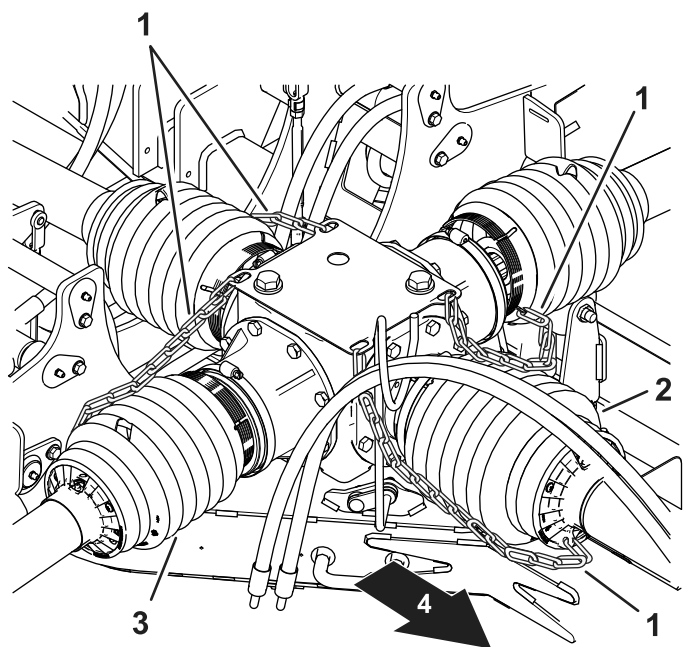
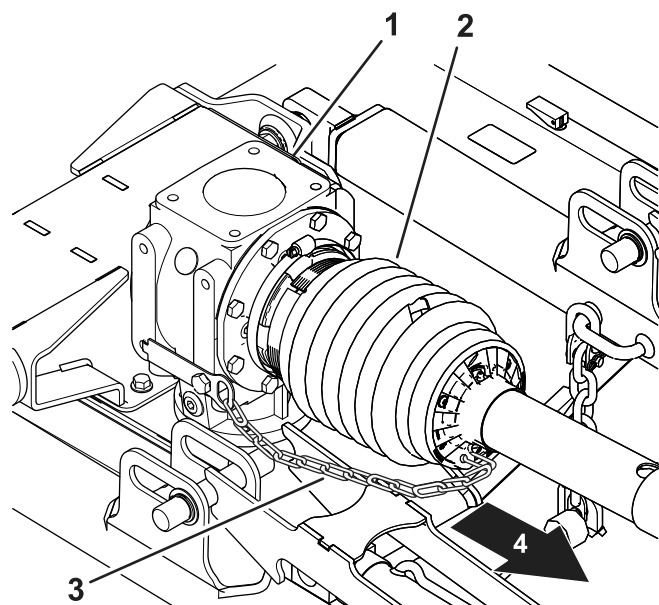
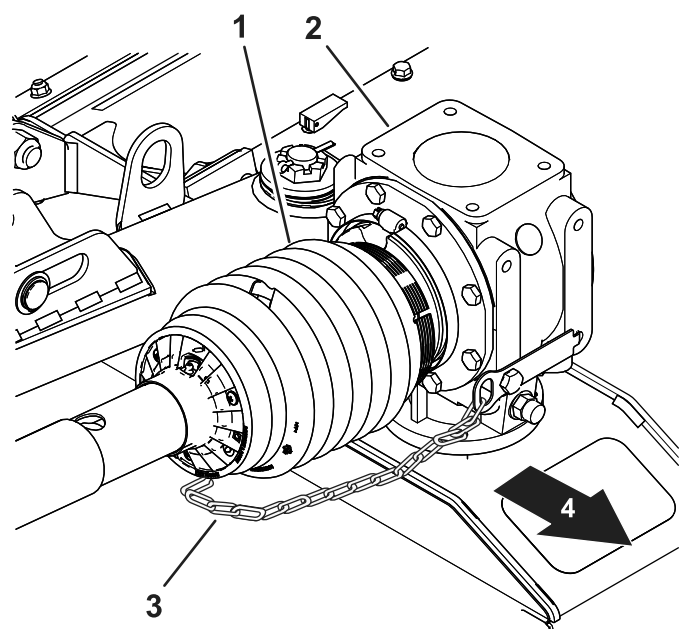
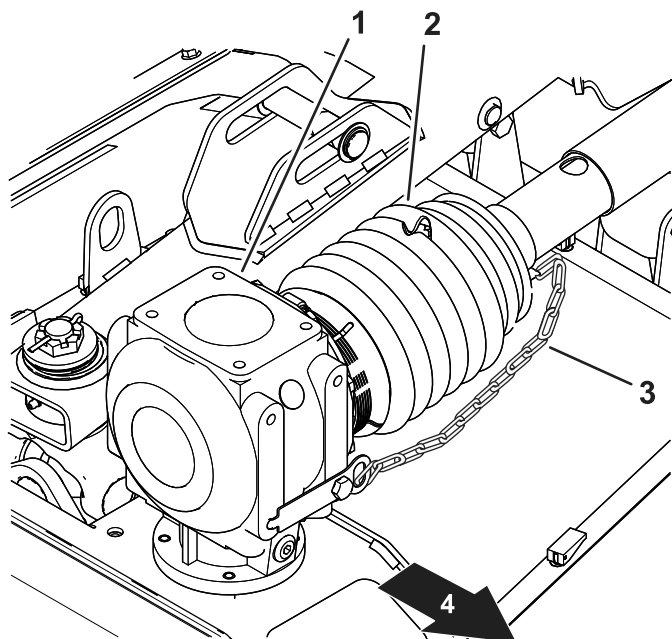

Figura 18
Figura 20
Figura 19
Figura 21
6. Verificate che le catene di fissaggio per le protezioni dell'albero di trasmissione siano collegate alla scatola ingranaggi centrale e alle scatole ingranaggi su ogni piatto del tosaerba (Figura 18, Figura 19, Figura 20, e Figura 21).